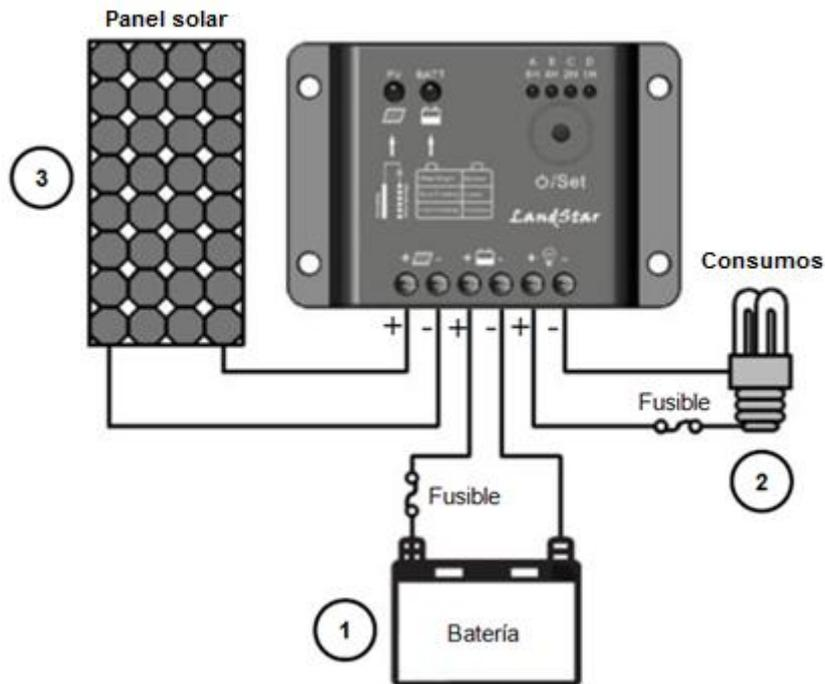

Figura 3-2: Cableado del sistema
Paso 1: Cableado En la figura 3-2 se ilustra el orden de conexión recomendado. No invierta la polaridad del positivo y negativo. Todas las conexiones deben estar firmemente ajustadas.